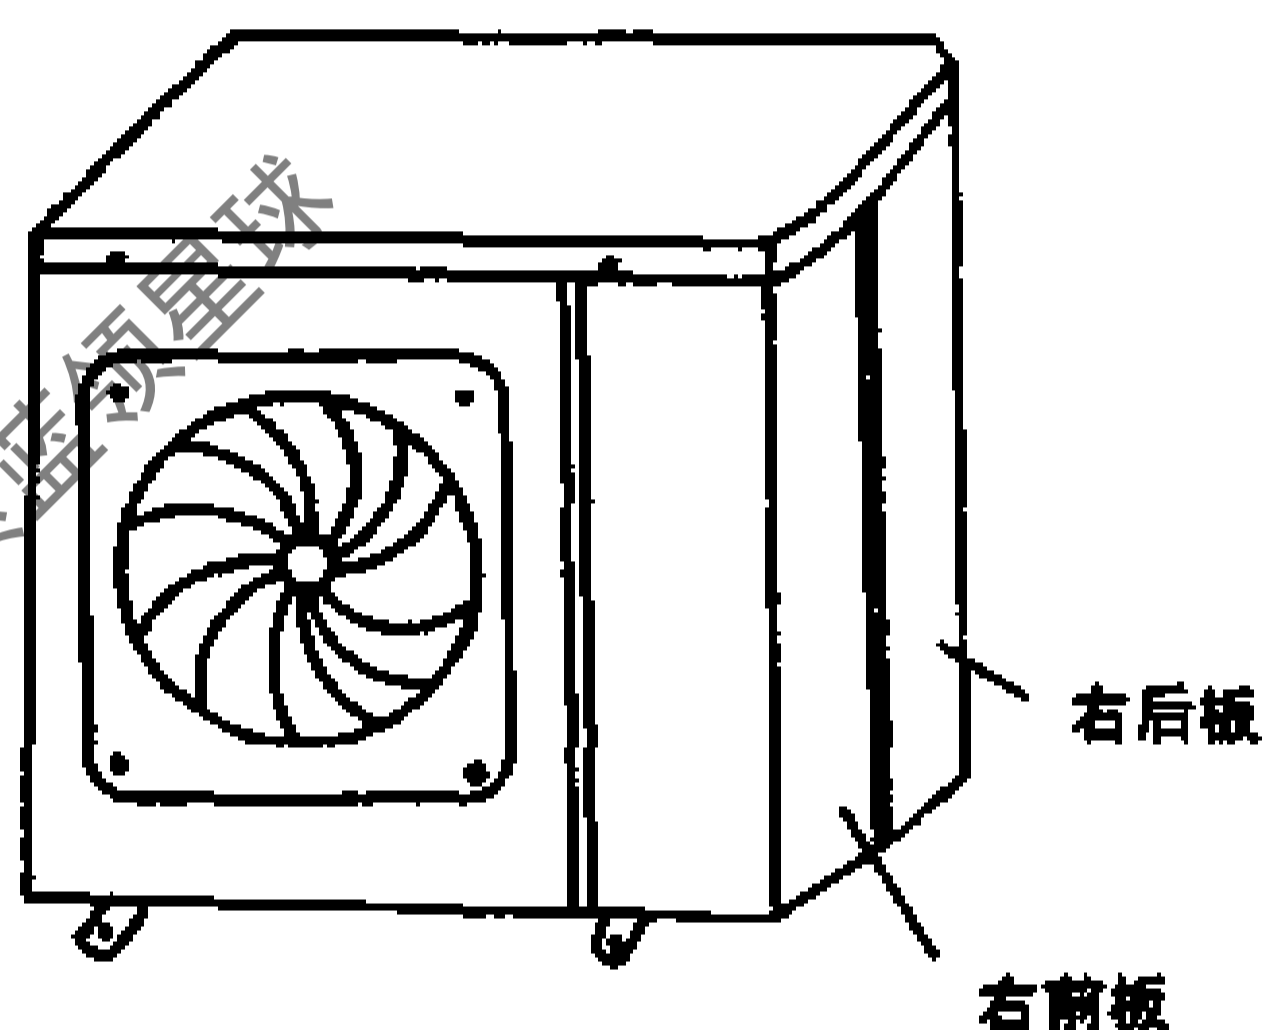

图 17-2-24
(6) 图 17-2-24 为新的三匹室外机 (C 型室外机) 的外形，它只有一个出风口，右侧板分为两块，即右前板和右后板。